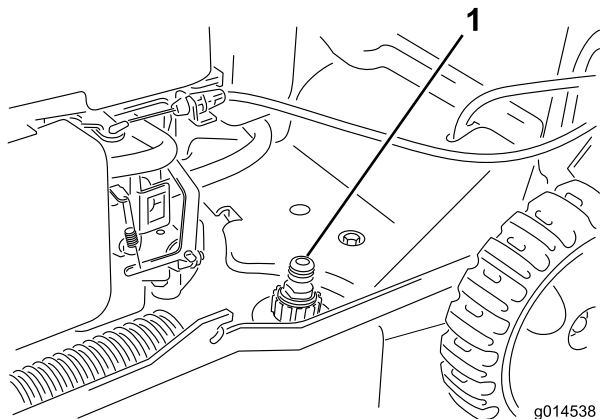

Figure 29
3. Branchez un tuyau d'arrosage, relié à une arrivée d'eau, à l'embout de lavage (Figure 29).